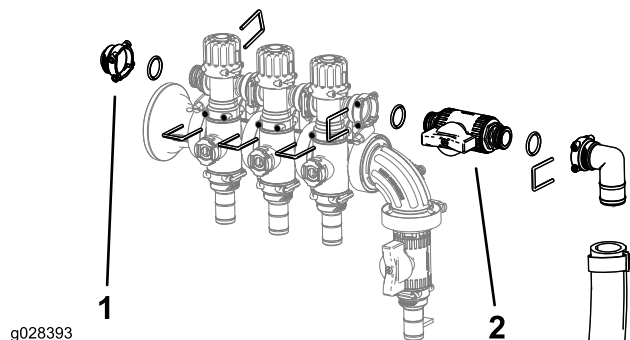

図 6
5. 先ほど外したリテーナを使って、バイパス調整アセンブリ、メスのキャップ、Oリング、シャットオフバルブ、フィッティングホースアセンブリを 図6 のように取り付ける。